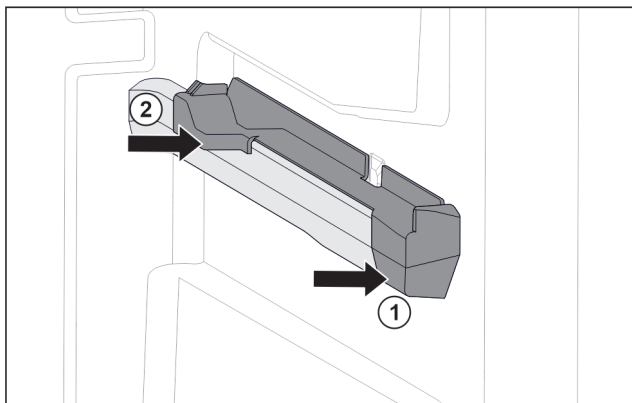

Fig. 125 Nasazovací díl na pravém žebrování na nádoby
- ▶ Nasadte nasazovací díl na žebrování na nádoby. Fig. 125 (1)
- ▶ Přitlačte nasazovací díl k zadní části. Fig. 125 (2)